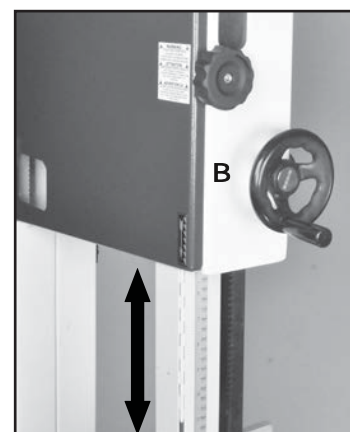
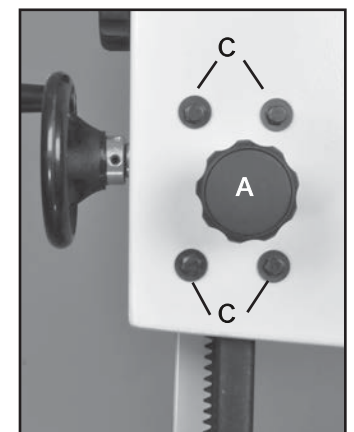

FIGURE 29
FIGURE 30
1. Desserrer le bouton de verrouillage de différentes phases (A, Fig. 30) et tourner la poignée différentes phases (B, Fig. 29) pour élever ou abaisser le guide guide-lame après / assemblage supérieure à la hauteur désirée.
4. Desserrer les quatre boulons à tête hexagonale (C, fig. 30) situées à l'arrière du châssis supérieur. Cela permettra au poste de guidage à décaler / angle un peu à gauche ou à droite pour corriger les problèmes de positionnement.